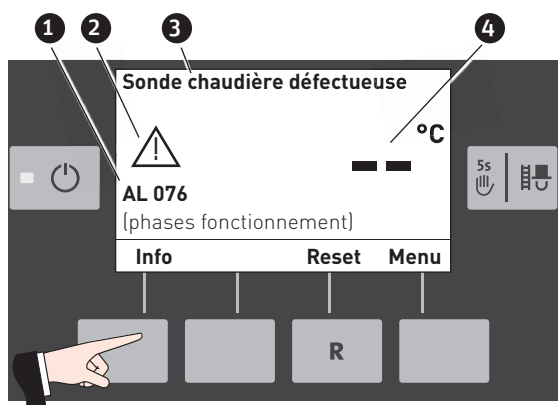
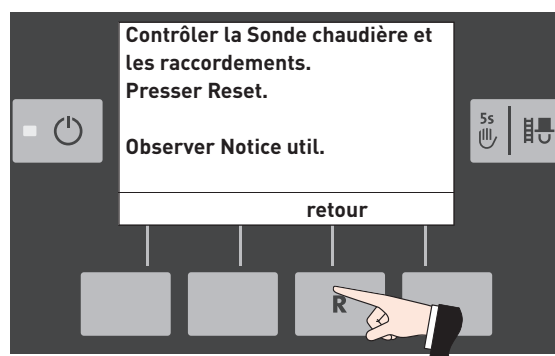

Fig. 68
Fig. 69
La chaudière bois à gazéification s'autocontrôle pendant la marche. Tous les écarts constatés par rapport au fonctionnement normal sont signalés sur le module InfoWIN^{PLUS} par des messages d'information, d'erreur ou d'alerte. Lorsqu'un tel message apparaît, un symbole d'information, d'erreur ou d'alerte, un code d'information s'affiche et une courte description en texte intégral se présente – Fig. 68.
La pression de la touche **Info** (Fig. 68) fait afficher le texte d'information correspondant (Fig. 69). Pour quitter le menu de texte d'information, presser la touche **retour** (Fig. 69) ; autre possibilité : au bout de 10 mn, le message d'information, d'erreur ou d'alerte s'affiche nouveau – Fig. 68.
Pour presque tous les messages, il faut appuyer sur la touche **Reset** une fois que l'erreur qui a provoqué l'apparition du message d'information (IN), d'erreur (FE) ou d'alerte (AL) a été éliminée. Dans ce cas, la mention « Reset » est affichée dans la barre de menu – Fig. 68.